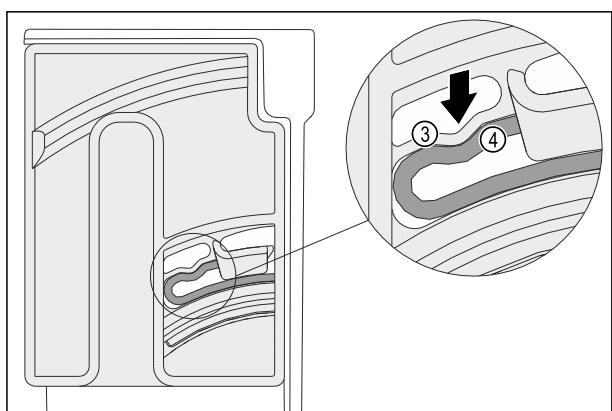

Fig. 128
- ▶ Еластичният елемент Fig. 128 (3) на завъртащото устройство се фиксира с щракване в кръглата форма на реброто Fig. 128 (4).